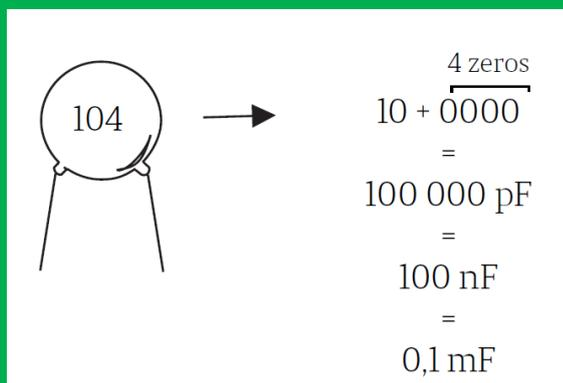

Figura 52: Capacitor cerâmico.
- ✓ Um capacitor cerâmico com a marca 104 é de 100.000 pF ou 100 nF como ilustrado (figura 52).